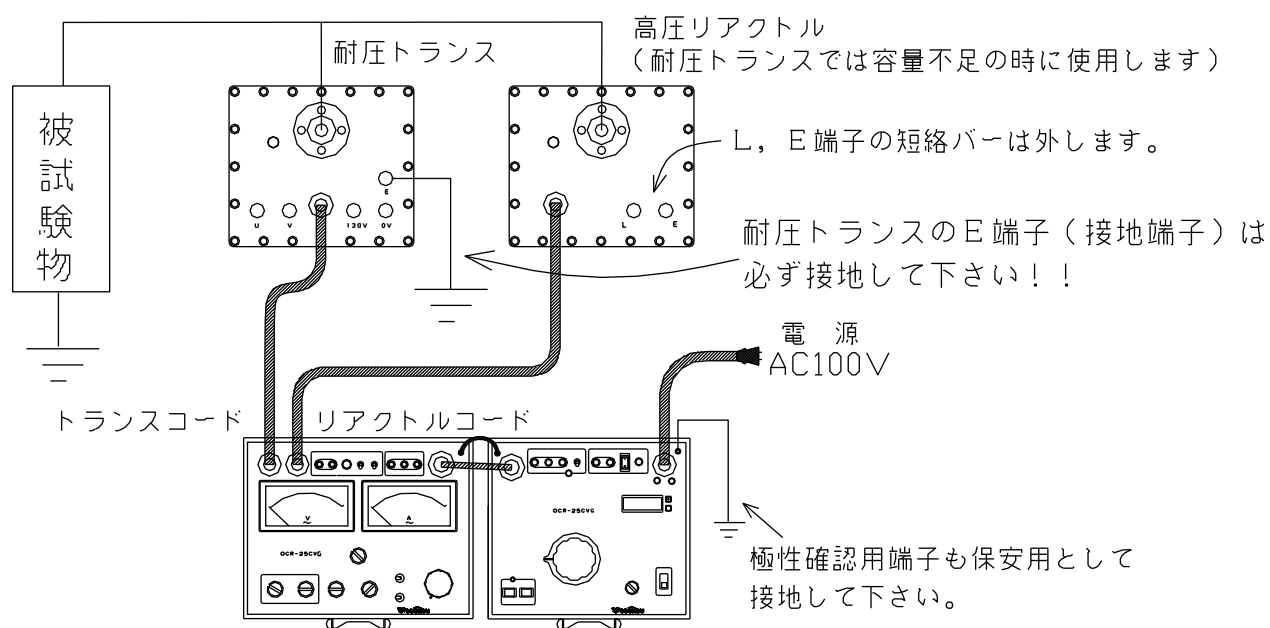

図19：試験回路図
4. 以上のような点を注意し、試験回路を構成します。(図19,20)